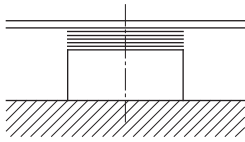
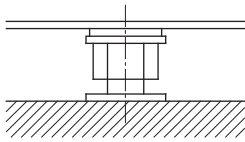

Fig. 6: regulēšanas paplāksnes uz pamatu virsmas
Fig. 7: līmeņošanas skrūves uz pamatu virsmas
- Uz visiem skrūvju caurumiem, kas atrodas uz pamatu virsmas, novietot regulēšanas paplāksnes (apm. 20–25 mm biezas) (skat. Fig. 6). Alternatīvi iespējams izmantot arī līmeņošanas skrūves (skat. Fig. 7).